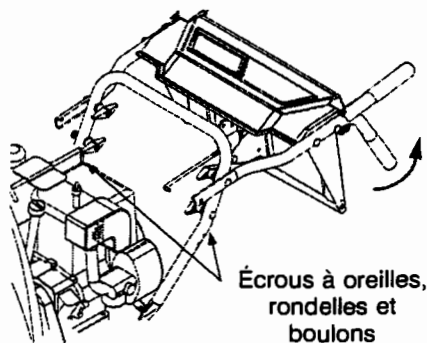

FIGURE 2
les deux boulons ordinaires inférieurs de chaque côté du guidon inférieur. Voir la Figure 2.
- Relevez le guidon supérieur jusqu'à ce qu'il s'emboîte sur le guidon inférieur. Voir les Figures 2 et 3.